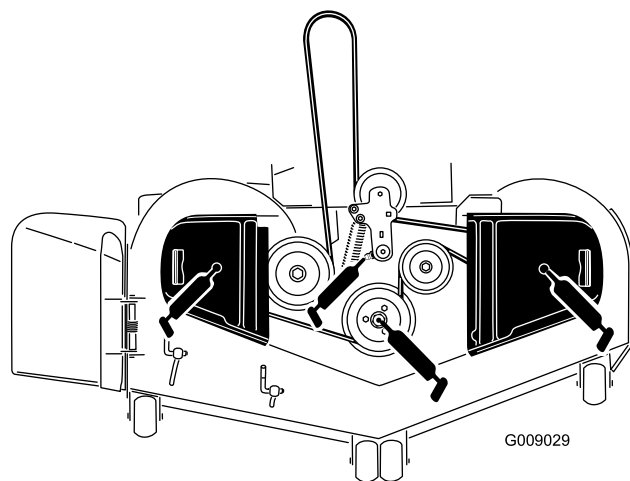

Figura 50
5. Engrase el pivote de la polea tensora de la carcasa de corte hasta que salga grasa por el extremo inferior (Figura 50).
6. Engrase los tres cojinetes de los ejes hasta que rezume grasa de las juntas inferiores (Figura 50).
7. Engrase el brazo tensor de la correa de la carcasa (Figura 50).